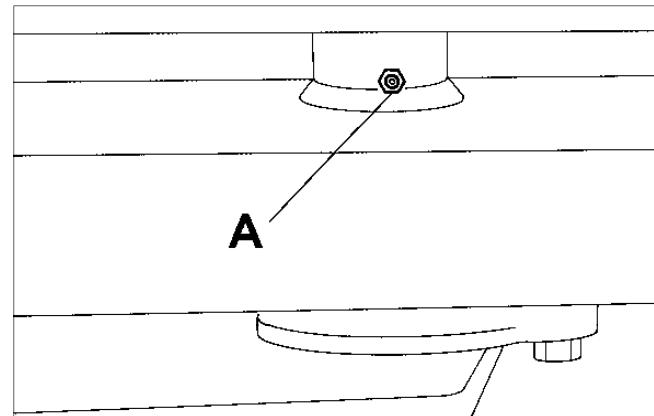

Fig.32
- (e) Pivote central del eje trasero (A Fig 32)